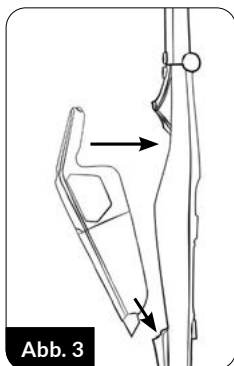

Abb. 3
5. Den Staubsauger (5) wie auf der Abbildung (Abb. 3) gezeigt an der Griffeinheit (2) montieren.